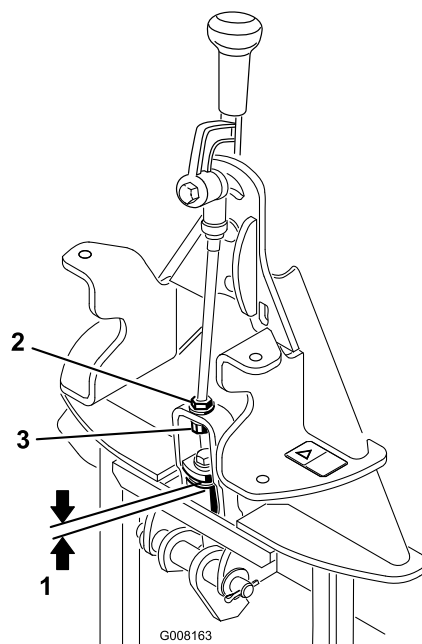

Figura 5
2. Mida el espacio entre la arandela superior y el espaciador del conjunto de enganche del adaptador de accesorios, según se muestra en Figura 5.